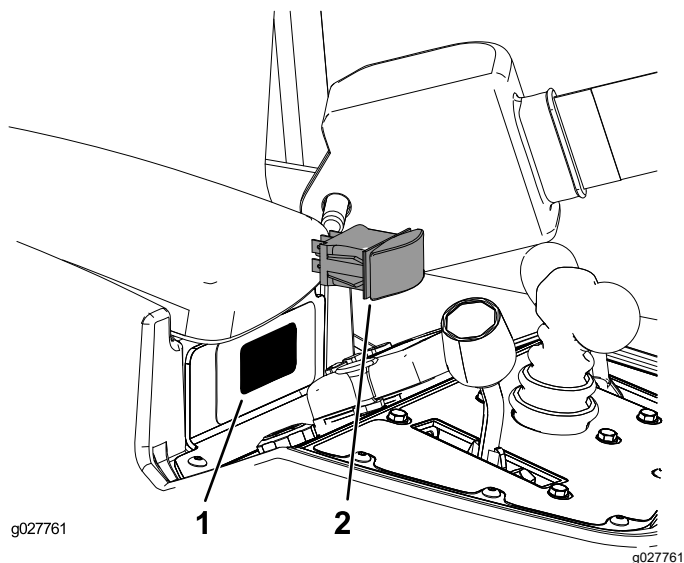

Figura 10
2. A partir do interior da consola, pressione o tampão para fora do orifício (Figura 10).
3. Pressione o interruptor do oscilador para o orifício de montagem da consola como se mostra na Figura 10.